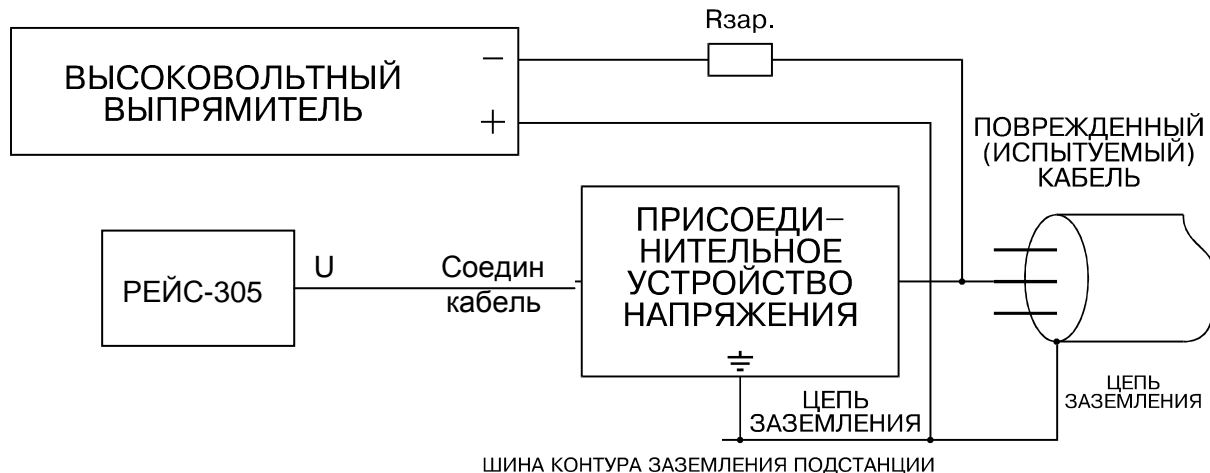

Рисунок 6.42
Для определения места повреждения соберите схему в соответствии с рис.6.42.
- правильность собранной схемы согласно рис. 6.42.